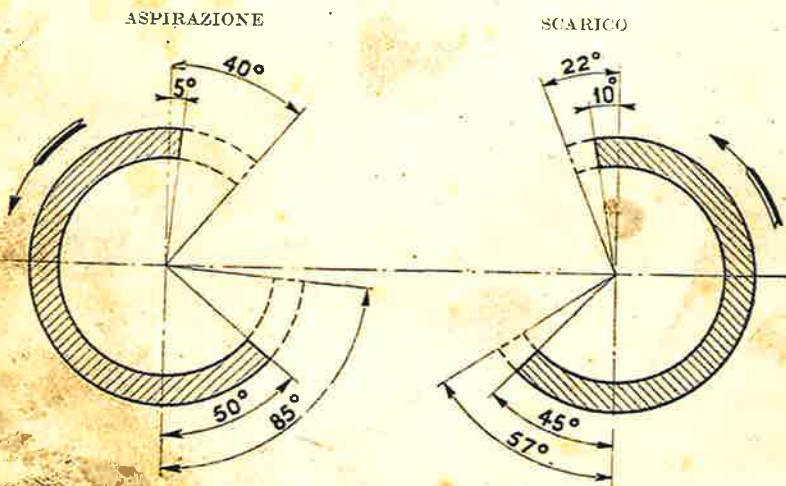

Fig. 19. - Diagrammi della distribuzione.
a) *Messa in fase della distribuzione.* Si compie secondo i dati dei diagrammi della fig. 19.